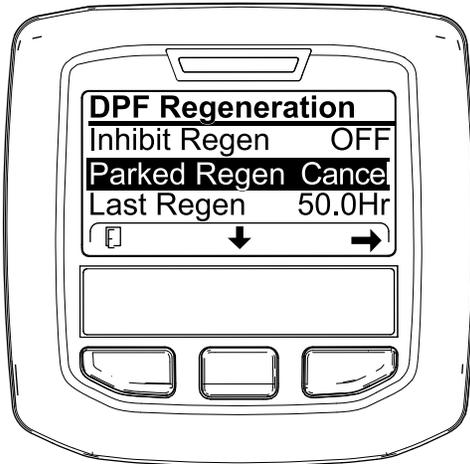
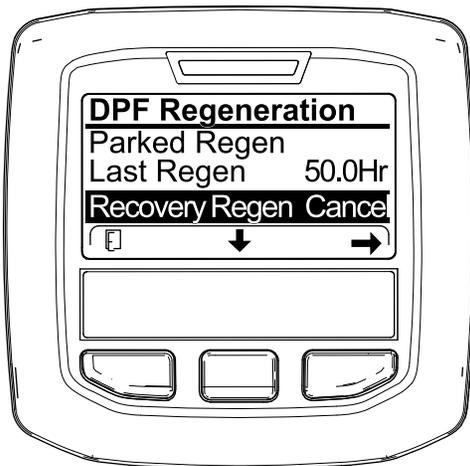

Bild 69
Bild 70
1. Zugreifen auf das Menü für die Regenerierung des Dieselpartikelfilters (**Bild 69**)
2. Drücken Sie die mittlere Taste, um auf die Option PARKED REGEN. CANCEL (**Bild 69**) oder RECOVERY REGEN. CANCEL zu navigieren (**Bild 70**).
3. Drücken Sie die rechte Taste, um den Eintrag „Regen Cancel“ auszuwählen (**Bild 69** oder **Bild 70**).